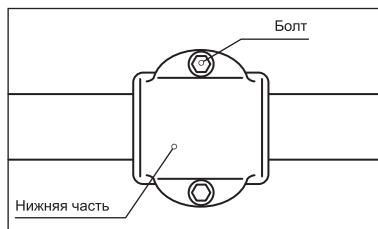

рис. 2
- Ослабьте болты нижнего крепления с помощью шестигранного ключа, как показано на рис. 2.